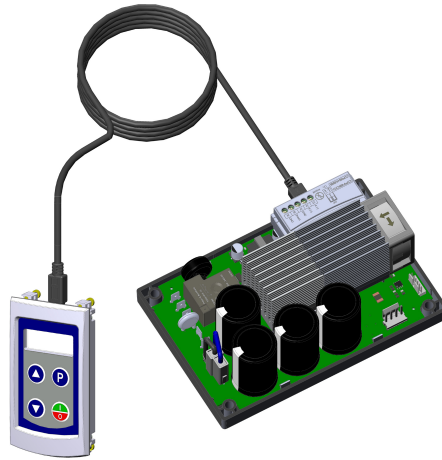

Figura 4.4: Conexión del cable mini USB entre la HMI y el accesorio CRS485
2. Conectar el cable mini USB entre la HMI y el accesorio CRS485 (Ver Figura 4.4 en la página 48).